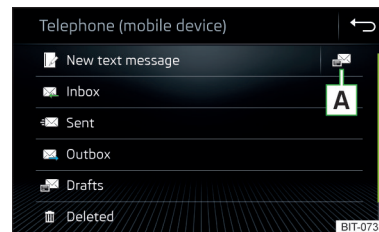

Abb. 206
- › Im Hauptmenü *Telefon* die Funktionsfläche  antippen, es wird das Hauptmenü für Textmitteilungen angezeigt » Abb. 206.
- » **Abb. 206 auf Seite 177.**